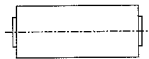

Fig. 3-6
- 4). Gently turn the guide rollers on both sides counterclockwise until the envelope becomes as shown in Fig. 3-6.
- 6). After the adjustment is complete, eject the tape, then load it again and confirm whether or not the envelope is as shown in Fig. 3-6. If NOT, go back to 3), and perform the adjustment again.
- 4). 両側のガイドローラーを互いに少しずつ左側に回し、エンベロープを図3-6のような形状にする。
- 6). 調整後、一度テープをEJECTし、再度ローディングを行ないエンベロープが図3-6のような形状になっているかを確認する。なっていない場合には、再度 3)項に戻って調整する。